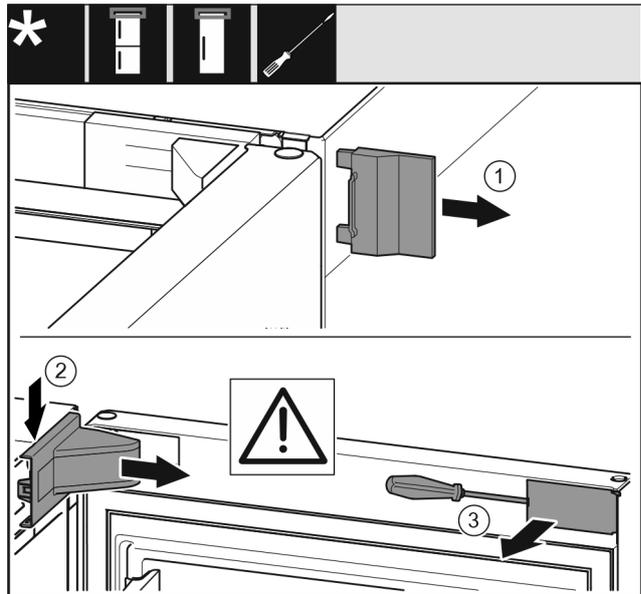

Fig. 7
- ▶ Äußere Abdeckung Fig. 7 (1) abnehmen.
- ▶ Lagerbockabdeckung Fig. 7 (2) ausrasten und abnehmen.
- ▶ Blende Fig. 7 (3) mit Schlitzschraubendreher ausrasten und zur Seite schwenken.